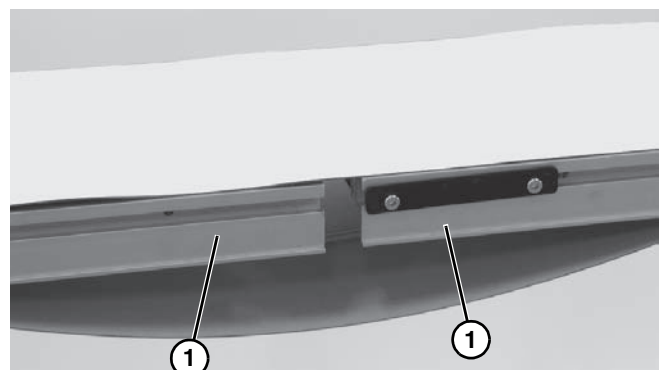

Figure 5
3. Déroulez la courroie du convoyeur et placez les sections de cadre du convoyeur (**Figure 5, item 1**) dans la boucle de la courroie.